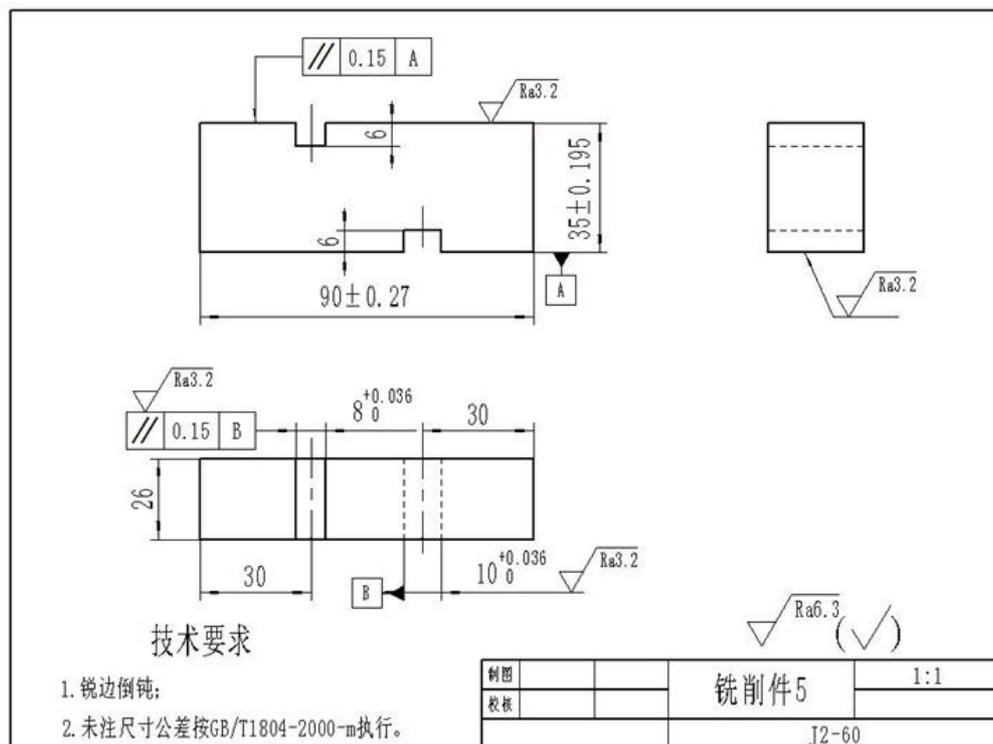

图2.60 铣削件·5
(1) 任务描述：试在 X5032 铣床上加工如图 2.60 工件，所提供的工件毛坯规格：长、宽、高为 95mm×40mm×30mm，材料：45 钢。根据使用要求，需要将毛坯铣削成 90mm×35mm×26mm 长方体，保证图示位置上下两个表面结构，Ra3.2 μm 且平行度要求为 0.15mm，其余表面结构 Ra6.3 μm；在此基础上，图示位置还需加工宽度为 8mm 和 10mm 通槽；最终结构要素的加工形状、公差要求以及表面质量等以图纸标注为准。